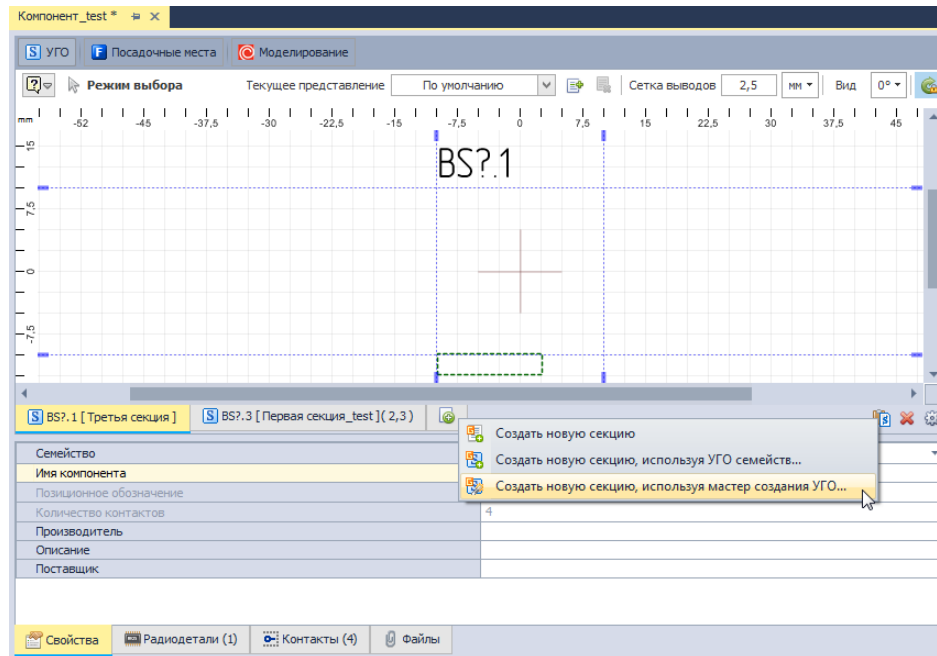

Рис. 230 Запуск мастера создания УГО
1. Нажать на кнопку создания новой секции, которая обозначается значком , и в открывшемся меню выбрать пункт «Создать новую секцию, используя мастер создания УГО...», см. Рис. 230.